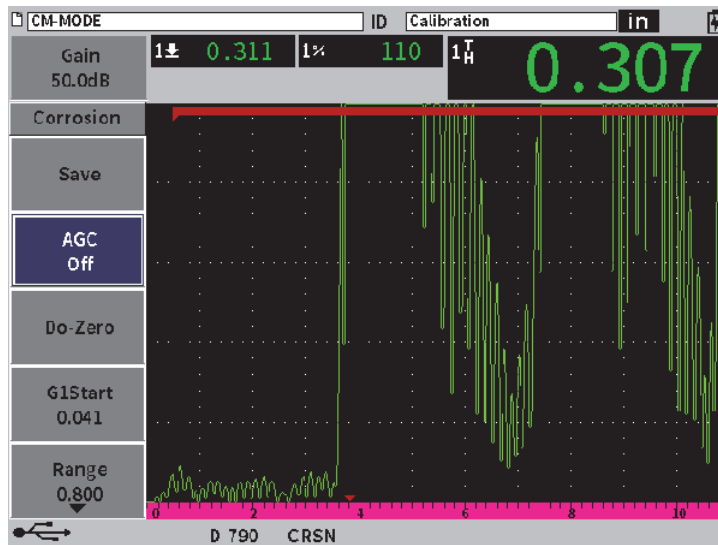

Figura 11-38 Disattivazione AGC in modalità precisione
2. Ruotare la manopola di regolazione **AGC** come **Off** (vedere Figura 11-38 a pagina 227).